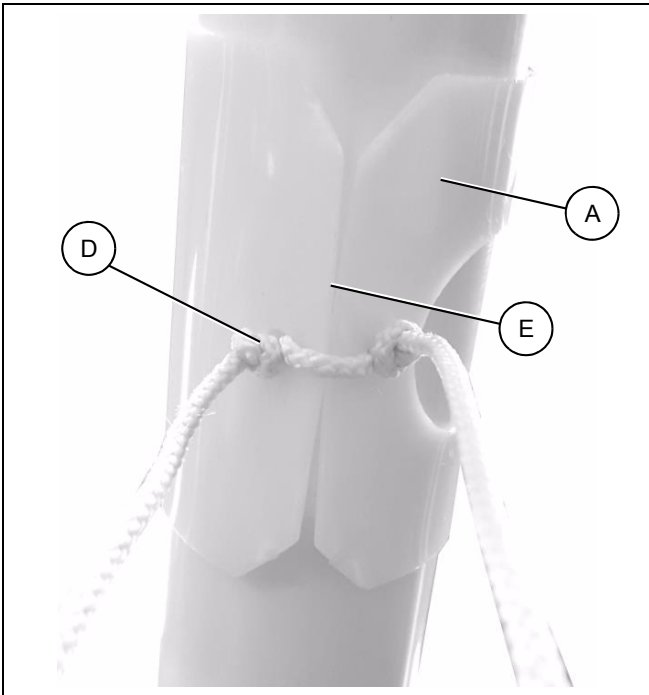

Рисунок 5Р
6. Завяжите второй узел (D) на противоположной стороне, следя за тем, чтобы узел плотно прижался к поворотной задвижке, а между концами поворотной задвижки не было зазора (Е). (см. рисунок 5Р.)